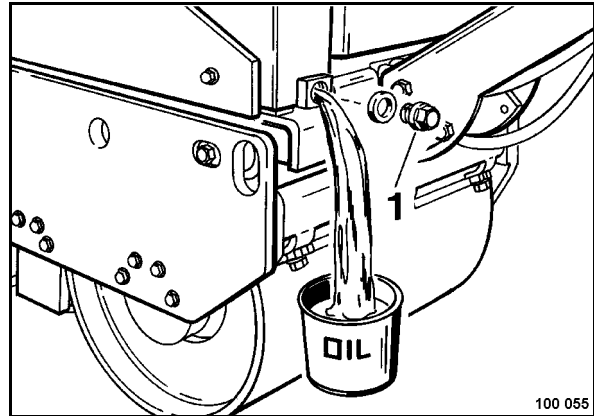

Рис. 83
- Выкрутить сливную резьбовую пробку (1) (Рис. 83) и уловить отработанное масло.